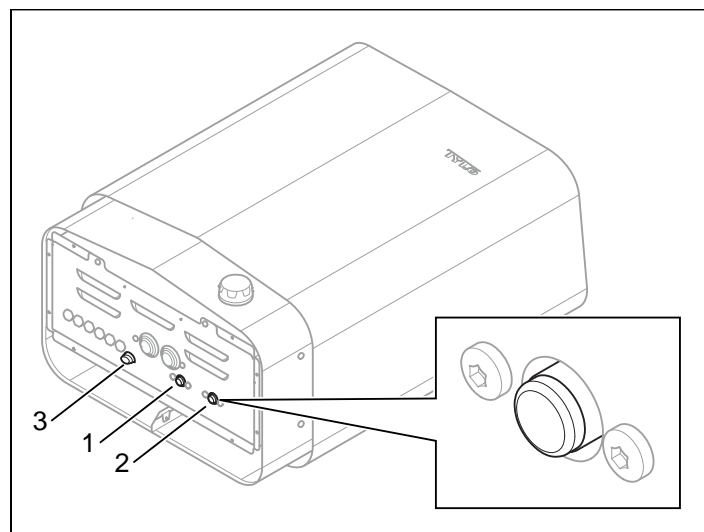

Figure 9 : Réinitialisation de la protection thermique
• **Réservoir d'eau** - La protection thermique dans le réservoir d'eau est prévue pour éviter l'excès d'évaporation de la résistance. Sur le dessous du poêle se trouve un bouton-poussoir rouge (voir figure 9). Lorsque la protection thermique s'est déclenchée, un déclic est ressenti lorsqu'on enfonce le bouton. Si la protection thermique ne s'est pas déclenchée et après réinitialisation, le bouton est plus souple.
• **Poêle** - La protection thermique du poêle sert à empêcher la surchauffe des composants, des résistances et du bois à l'intérieur du sauna. Sur le dessous du poêle se trouve un bouton-poussoir rouge (voir figure 9). Lorsque la protection thermique s'est déclenchée, un déclic est ressenti lorsqu'on enfonce le bouton. Si la protection thermique ne s'est pas déclenchée et après réinitialisation, le bouton est plus souple.